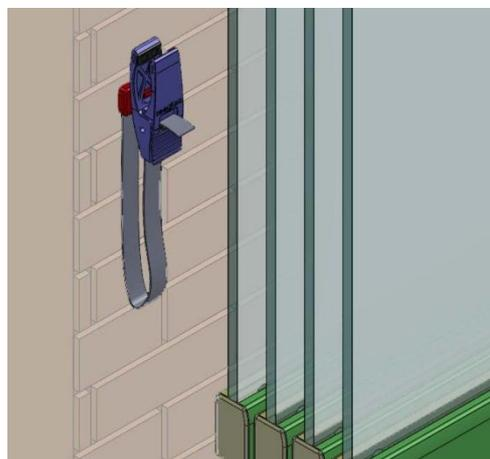

Figura 37
- Utilice el soporte de pared para posicionar la pinza cuando el cerramiento esté cerrado. (figura 37).